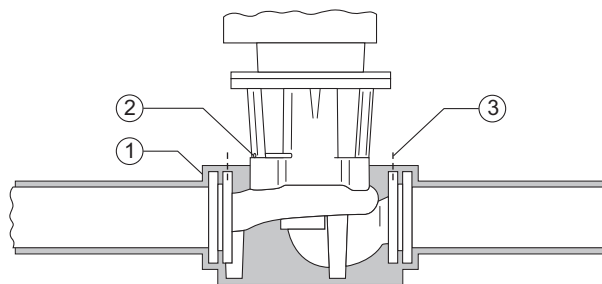

Figure 5
**Isolation thermique des pompes (figure 5)**